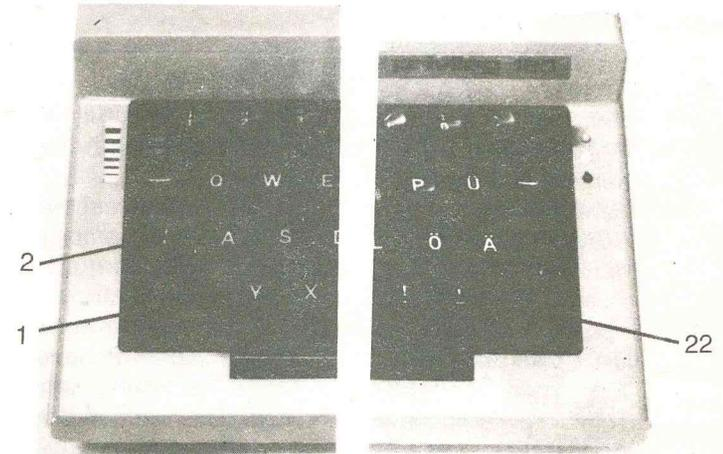

Abb. 1
Bei langandauerndem zusammenhängenden Schreiben von Großbuchstaben ist die Umschaltertaste (1 o. 22) durch Niederdrücken des Umschalterfeststellers (2) festzuhalten (Abb. 1).